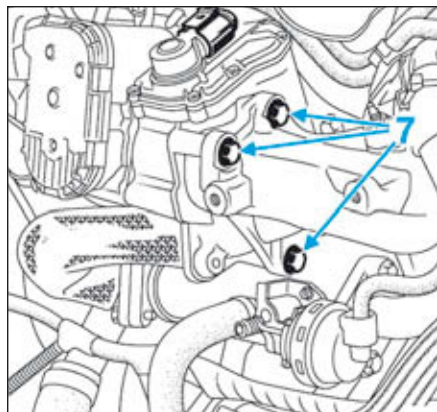

FIG.163
- les vis (7) (Fig.163) de l'électrovanne EGR.